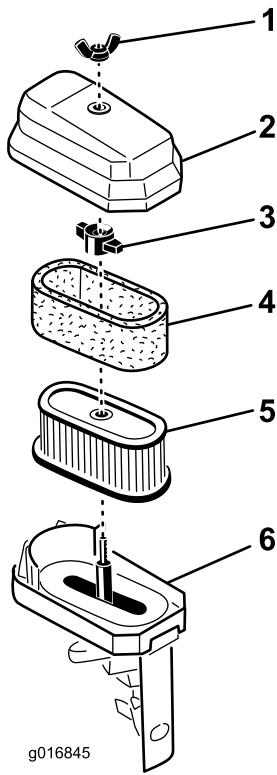

Figure 34
3. Si l'élément en mousse est engraissé, sortez-le de l'élément en papier (Figure 34). Nettoyez-le soigneusement.
2. Enlevez les écrous à oreilles qui fixent le couvercle du filtre à air et déposez le couvercle. Nettoyez soigneusement le couvercle (Figure 33 et Figure 34).